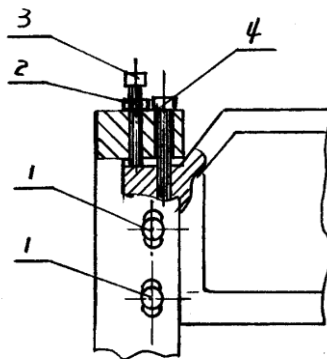

Рис. 7
- 4) Регулировка расстояния между верхним лезвием и нижним штампом (**см. рис. 7**)